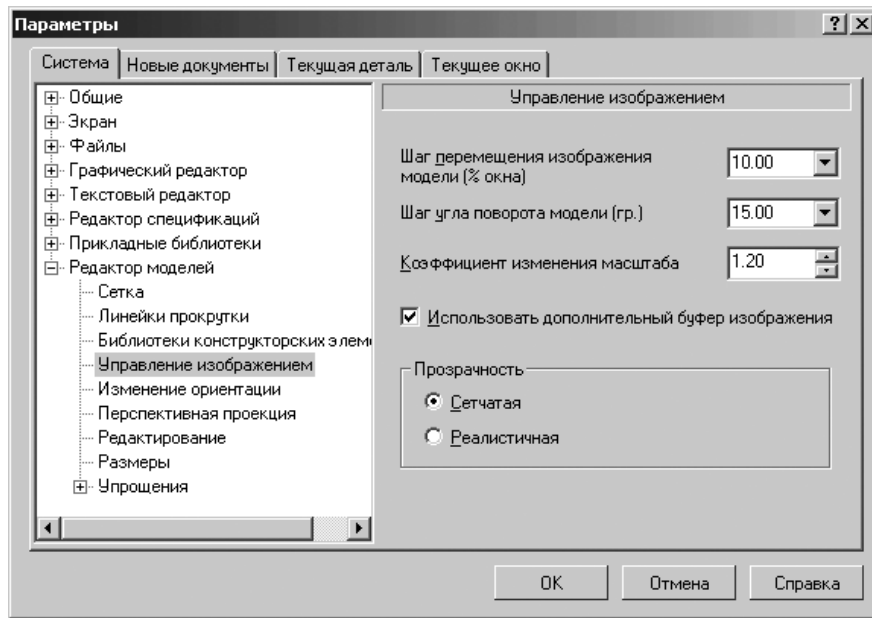

Рис. 9.49. Диалоговое окно **Параметры** с открытой вкладкой **Система** и открытой панелью **Управление изображением**
- щелкните по пункту **Управление изображением**. Откроется в правой части диалогового окна панель **Управление изображением** (рис. 9.49);